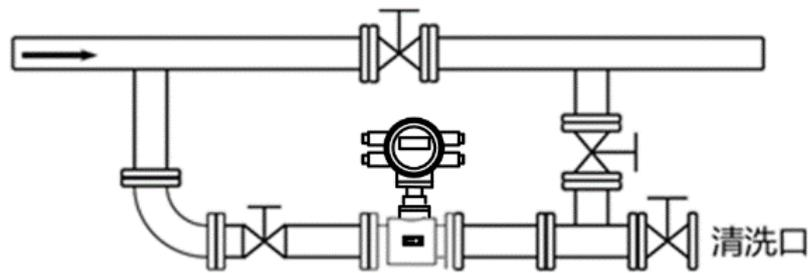

图 12 加设旁路通管和清洗口
- 在安装电磁流量计时应加设旁路通管和清洗口，如图 12 所示，这种装置可在流量计退出使用的情况下，保证设备系统连续工作。